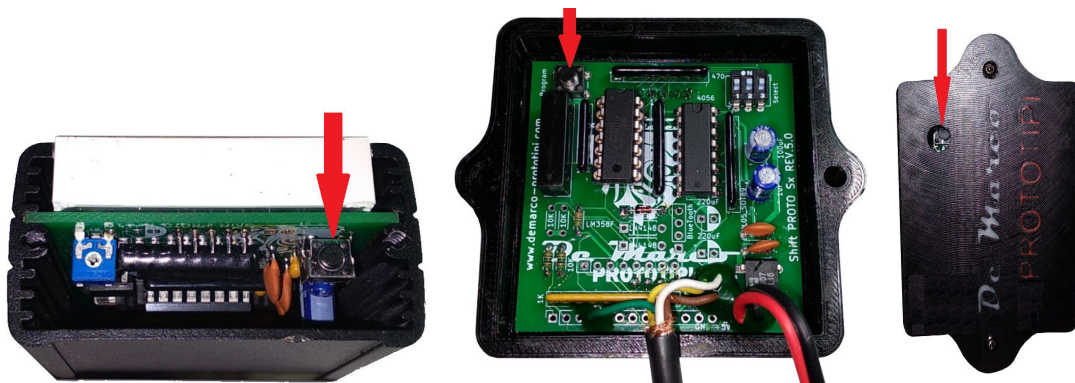

Fig.4 Posizione del pulsante di programmazione
- Rimuovete il coperchio lato display (Vedi Fig. 4) o posteriore per i modelli con contenitore in ABS